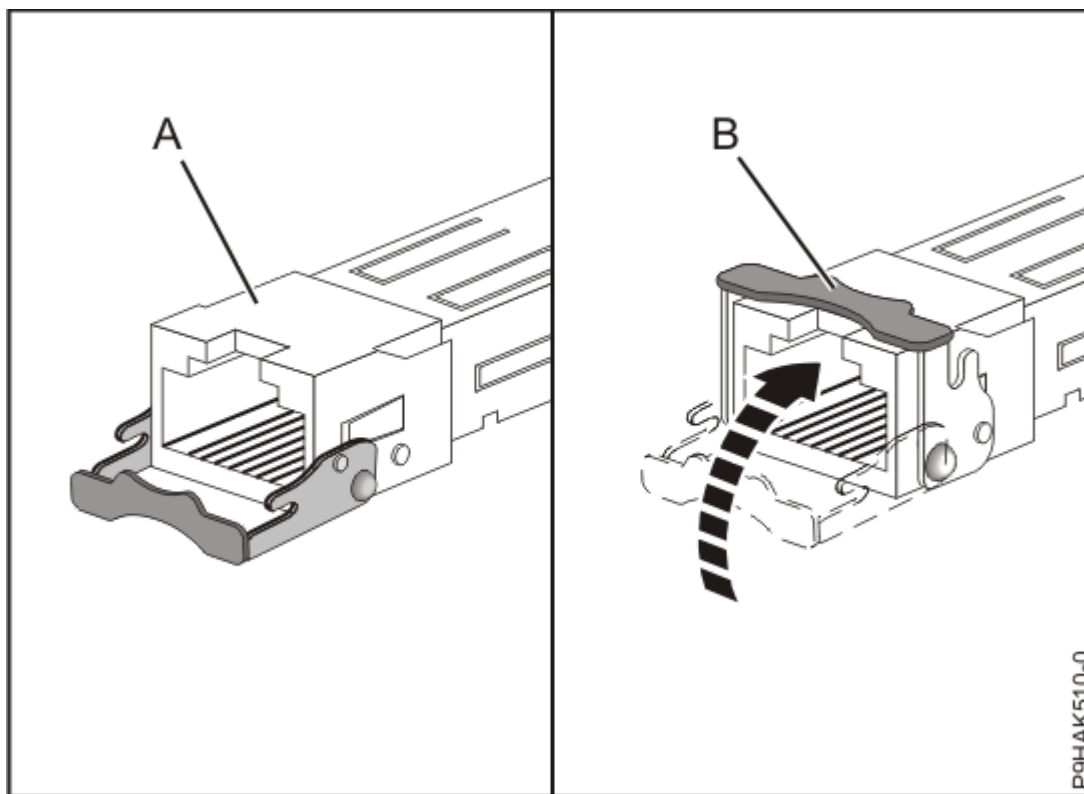

図 69. アダプターでの SFP トランシーバーの取り替え
- c) 93 ページの図 69 に示すように、ラッチ **(B)** をオープン position にして、上向きに回転させてラッチをカードに向かって押します。